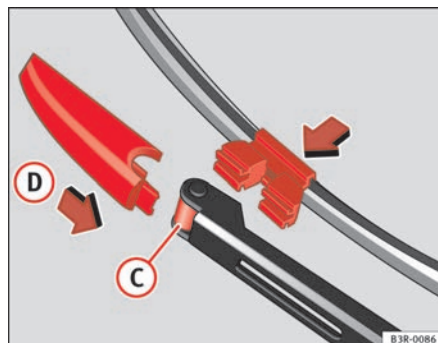

Fig. 170 Colocar la escobilla
- Coloque la escobilla nueva en el alojamiento del brazo del limpiaparabrisas ⇒ fig. 170 (C).
- Desplace el elemento de bloqueo de la escobilla en la dirección de la flecha (D) hasta que se perciba que encastra en el brazo del limpiaparabrisas.